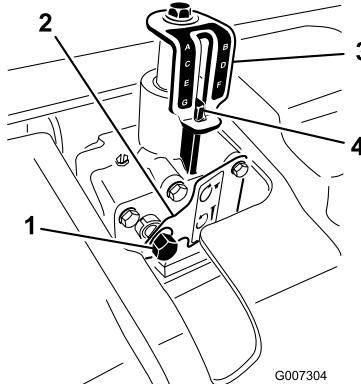

Figura 21
3. Inserte una toma de corriente con trinquete de 9/16 pulgadas en el eje de entrada del ajustador de profundidad (Figura 21).
5. Gire el ajustador de profundidad en el sentido de las agujas del reloj para reducir la profundidad de aireación o gire en el sentido contrario a las agujas del reloj para incrementar la profundidad de aireación. (Figura 21).
6. Gire el eje de entrada del ajustador de profundidad hasta que se consiga la profundidad deseada tal y como se muestra en la pegatina indicadora de profundidad (Figura 21).